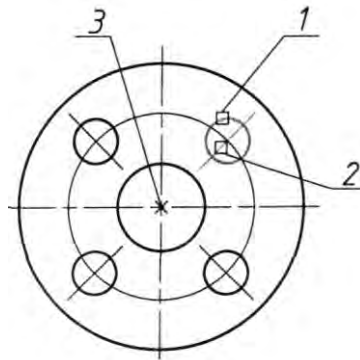

Рис. 8.6
Побудова здійснюється аналогічним чином (Рис. 8.6). Спочатку креслиться вихідний об'єкт – коло (1) (команда CIRCLE) та осьова лінія кола (2) (команда XLINE). Кожний об'єкт виконується у своєму шарі.